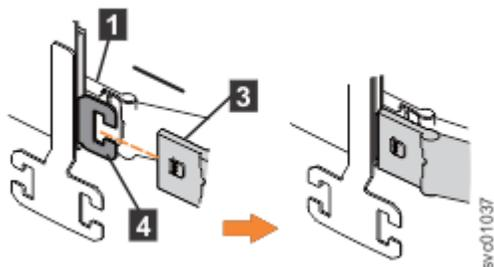

図 44. サポート・レールの外部メンバーへの上部 CMA の外部コンネクターの取り付け
3. 61 ページの図 44 に示すように、上部 CMA アセンブリの外部コンネクター (③) を、左側のサポート・レールの外部メンバー (④) に取り付けます。